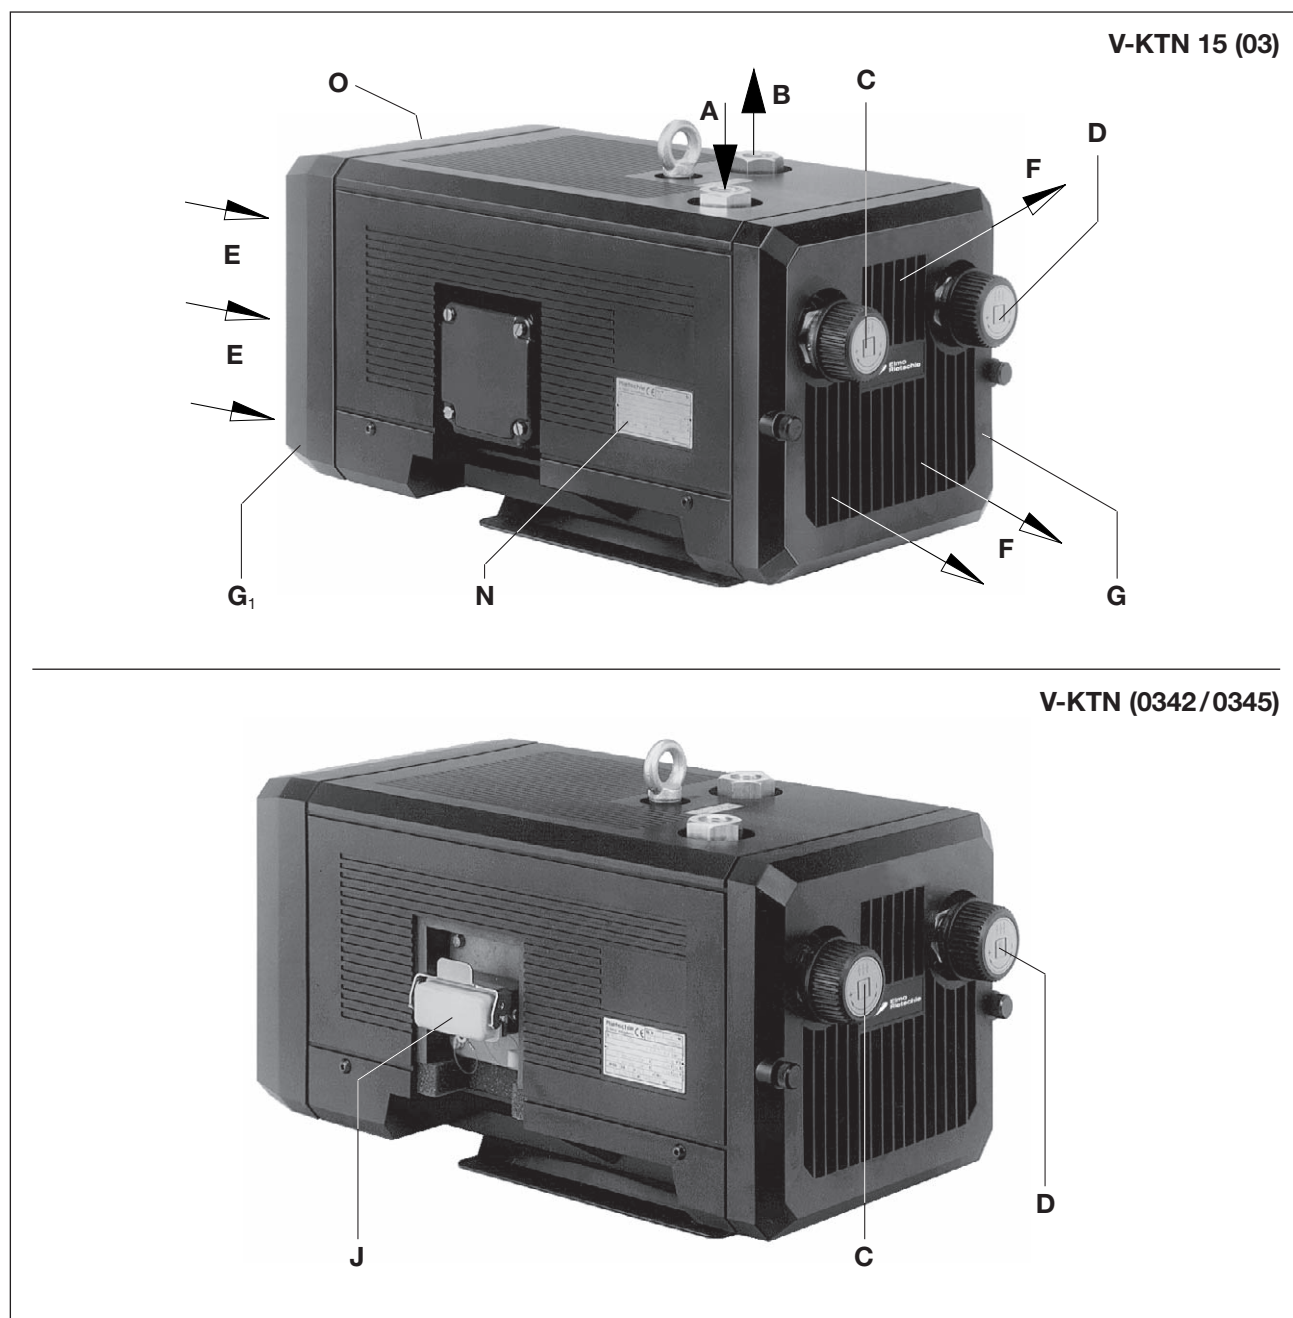
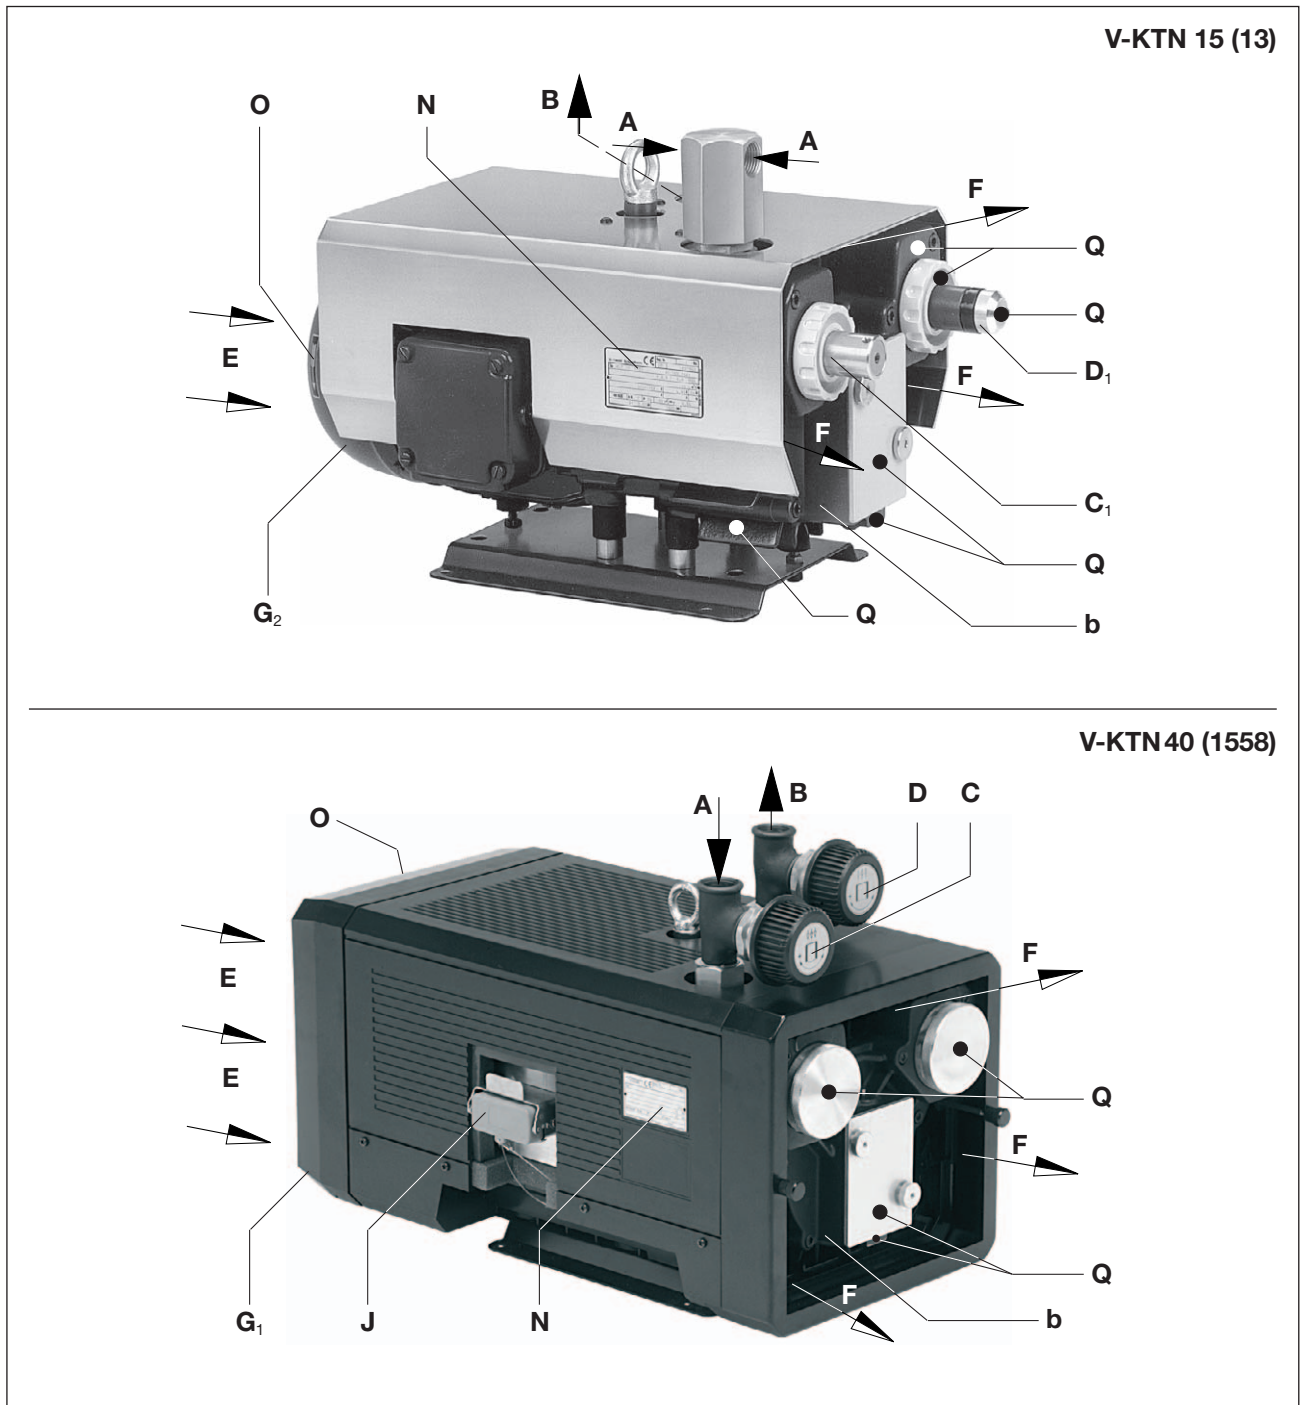

Fig. 2 Pompa combinata vuoto-pressione V-KTN (03)
Fig. 3 Pompa combinata vuoto-pressione V-KTN (13) / V-KTN (1558)
I modelli V-KTN (01 → 06) e (008 → 10) sono alloggiati in una calotta di plastica. Nella calotta è alloggiato anche un ventilatore per il raffreddamento. La valvola di regolazione del vuoto (Fig. 2/C) e la valvola di regolazione della pressione (Fig. 2/D) consentono la regolazione di vuoto e pressione sui valori desiderati, tuttavia limitati.
Il modello V-KTN (13) si trova in una calotta di lamiera. Il raffreddamento avviene attraverso un motore ventilatore. Il modello V-KTN (13) sul lato aspirazione ha una valvola di sicurezza (Fig. 3/C₁) e sul lato pressione una valvola limitatrice di pressione (Fig. 3/D₁).
La portata volumetrica nominale è di 15, 25 e 40 m³/h a 50 Hz. I limiti di carico (bar) sul lato pressione e aspirazione sono indicati sulla targhetta dati (Fig. 2/N). Il foglio dati D 480 indica la dipendenza della portata volumetrica dalle sovrappressioni.
Per smontare la griglia di scarico (Fig. 2/G), la griglia di aspirazione (Fig. 2/G₁) e il coperchio del corpo (Fig. 3/b), per la manutenzione prevedere almeno 30 cm di spazio. Inoltre, gli ingressi (Fig. 2/E) e le uscite (Fig. 2/F) dell'aria di raffreddamento devono avere una distanza di almeno 10 cm dalle pareti vicine (l'aria di raffreddamento fuoriuscita non deve essere riaspirata).
- a) Collegamento vuoto (Fig. 2/A) e collegamento pressione (Fig. 2/B).
Gli ambiti di pressione e vuoto necessari possono essere impostati con la valvola di regolazione della pressione (Fig. 2/D) e del vuoto (Fig. 2/C) in base alla targhetta simboli della manopola di regolazione.
- a) I dati elettrici del motore sono indicati sulla targhetta dati (Fig. 2/N) o sulla targhetta dati motore. I motori sono conformi a DIN EN 60034 e sono eseguiti con classe di protezione IP 55 e classe isolamento F. Lo schema di collegamento è situato nella morsettiera del motore (non si applica nella versione con collegamento a spina). I dati del motore devono essere confrontati con quelli della rete di alimentazione usata (tipo corrente, tensione, frequenza di rete, amperaggio ammesso).
- b) Collegare il motore attraverso il connettore a spina (Fig. 2/J) ossia l'interruttore magnetotermico (per la protezione dell'interruttore magnetotermico e dello scarico di trazione del cavo di collegamento è necessario prevedere un pressacavo). Consigliamo di usare interruttori magnetotermici con disattivazione ritardata, dipendente da un ev. sovraccarico. Sovraccarichi di breve durata possono verificarsi se si avvia la macchina a freddo.
Durante il funzionamento, le superfici dei componenti (Fig. 3/Q) possono superari i 70°C. Evitare di toccare le superfici calde (contrassegnate da appositi cartelli)!
- ▷ Il senso di rotazione previsto dell'albero di azionamento è contrassegnato dalla freccia (Fig. 2/O) sulla flangia motore.